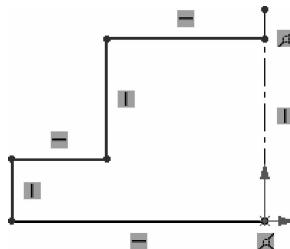

图 1-19 基座零件模型草图(绘制直线)
①单击【中心线】按钮 C ,过原点绘制竖直中心线;单击【直线】按钮 L ,绘制左侧基本图形,如图 1-19 所示。